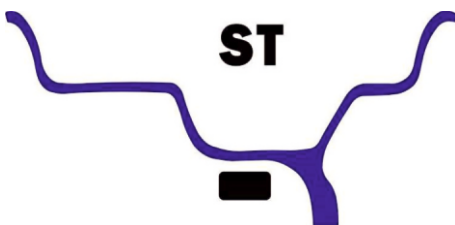

Рис. 8
- Нажмите кнопку F, закрепить клеевые грузики согласно рис.8